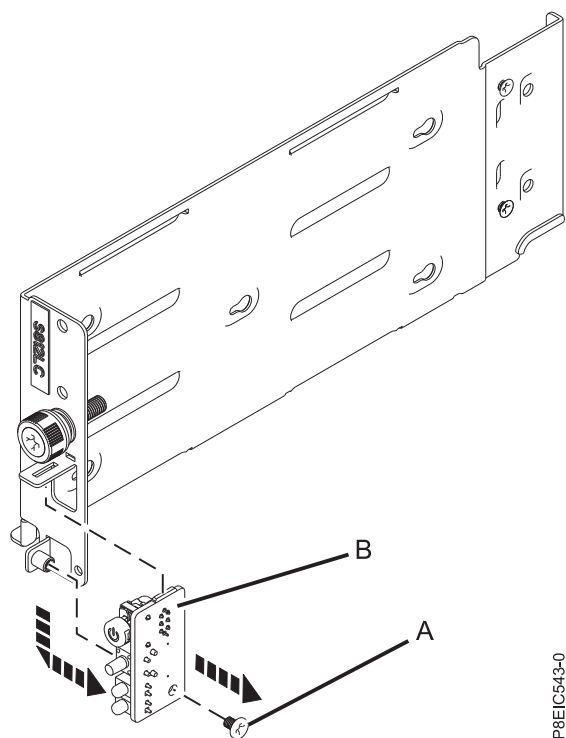

図 62. 電源スイッチ・カードの取り外し
9. 電源スイッチ・カード (B) からねじ (A) を取り外し、電源スイッチ・カードとケーブルを下げてホルダーから離します (58 ページの図 62 を参照)。